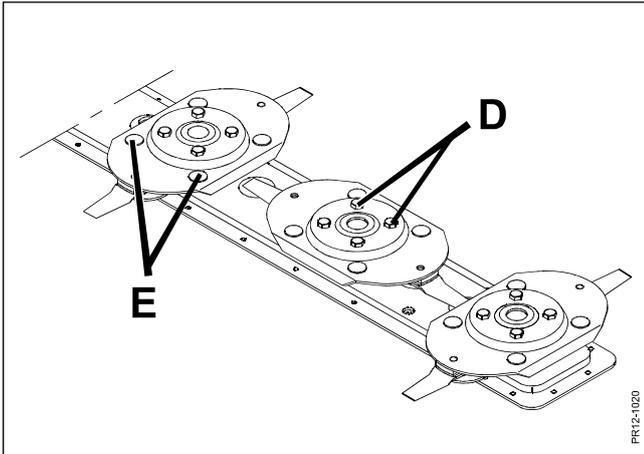

Fig. 5-23
**Fig. 5-23** Dafür sorgen, dass die 4 Bolzen **D**, die zur Befestigung der Scheibe an der Nabe des Messerbalkens verwendet werden, mit **120 Nm** (12 Kpm) angezogen sind, und dass die Bolzen **E**, die die Messerhalter festhalten, mit **80 Nm** (8 Kpm) angezogen sind.